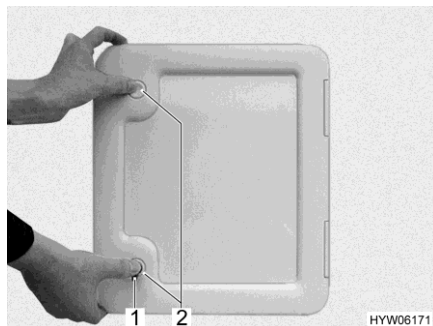

Fig. 163 Sportello (serbatoio fecale)
- Aprire lo sportello per il serbatoio fecale all'esterno del veicolo. Inserire la chiave nel cilindro della serratura a pressione (Fig. 163,1) e ruotare in senso orario di un quarto di giro.
- Premere contemporaneamente con i pollici entrambe le serrature a pressione (Fig. 163,2) e aprire lo sportello per il serbatoio fecale.